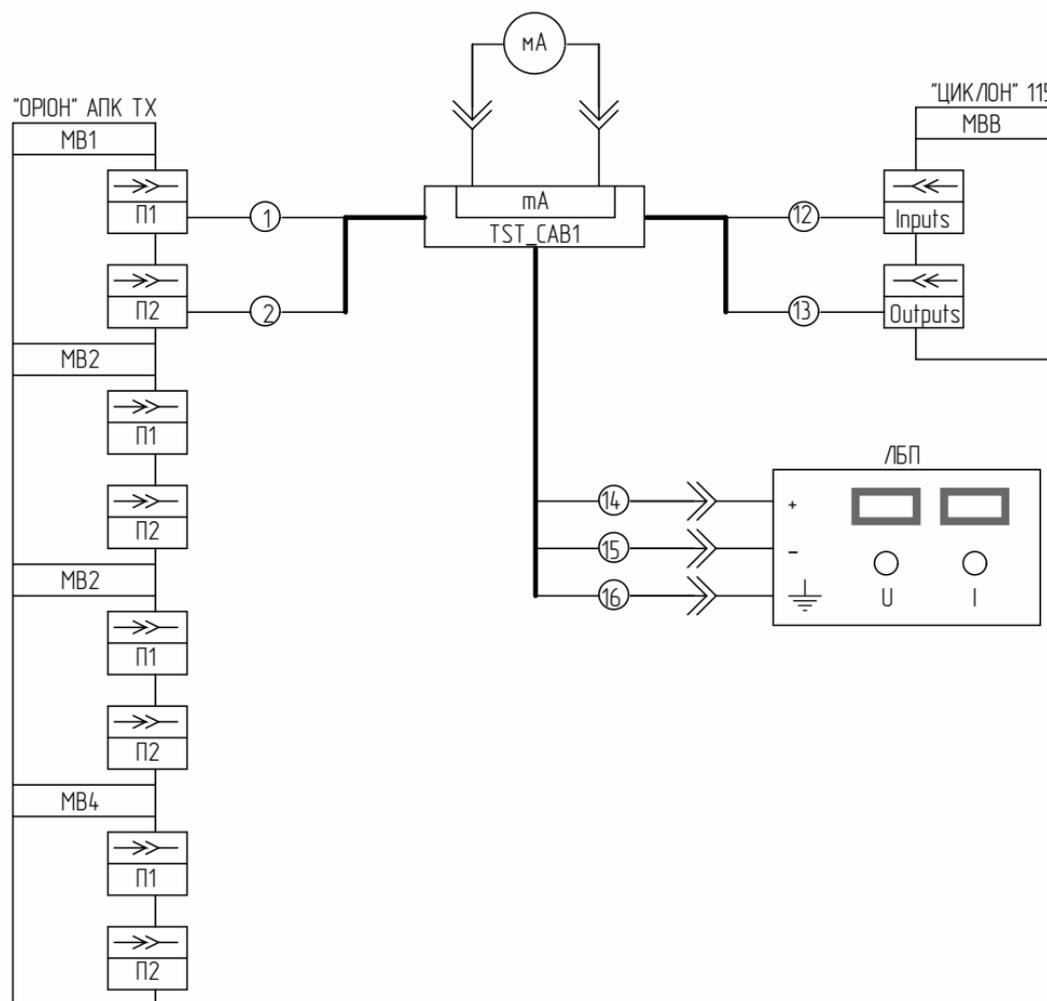

Рисунок 8.10.1 – Схема подключения
- 1) Подключить «ОРИОН» АПК ТХ к «ЦИКЛОН» 115 и ЛБП с помощью тестового кабеля «TST\_CAB1» (см. рисунок 8.10.1);